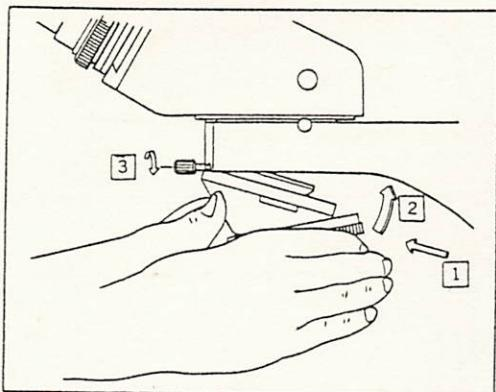

図 28
③レボルバクランプねじを十分に緩め、対物レンズの取り付いたレボルバを図28のように傾むけて、クランプねじ先端を押しながら傾きを直して取り付けます。